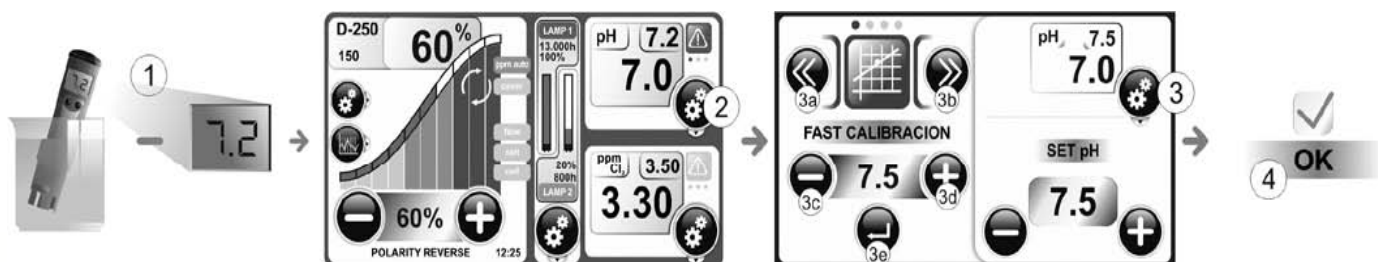

Рисунок 29
2. Нажмите кнопку SETPOINT [2]. (Рисунок 29).